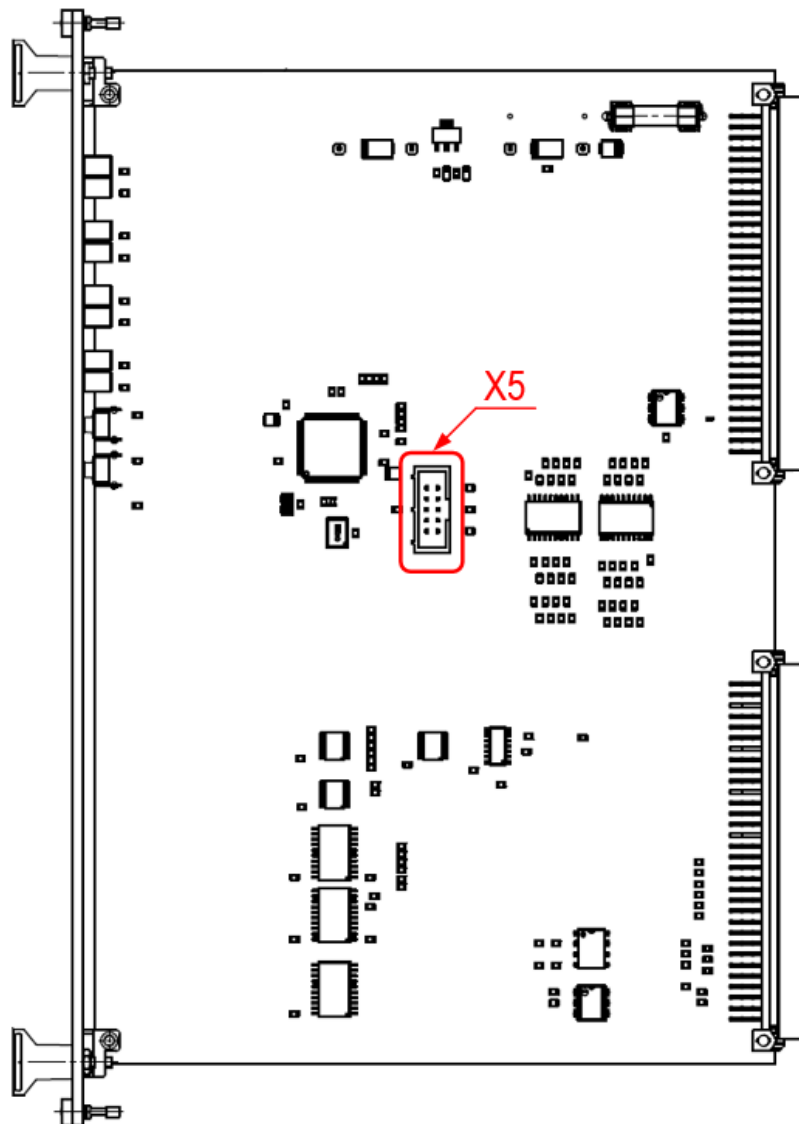

Рисунок 1- Соединитель X5 узла R 3 DCR 03 M
2.2 Подключить соединитель JTAG-интерфейса программатора «USB-blaster» к соединителю X5 узла управления резервированием R 3 DCR 03 M (рисунок 1).